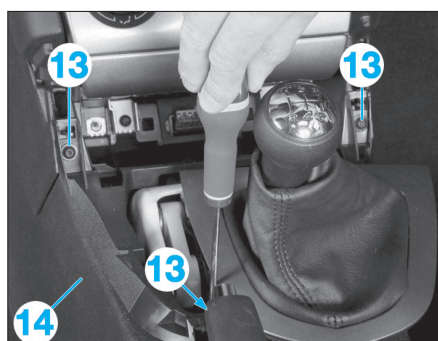

Fig. 8
- Déposer les vis (13) de la console (14) (Fig.8).